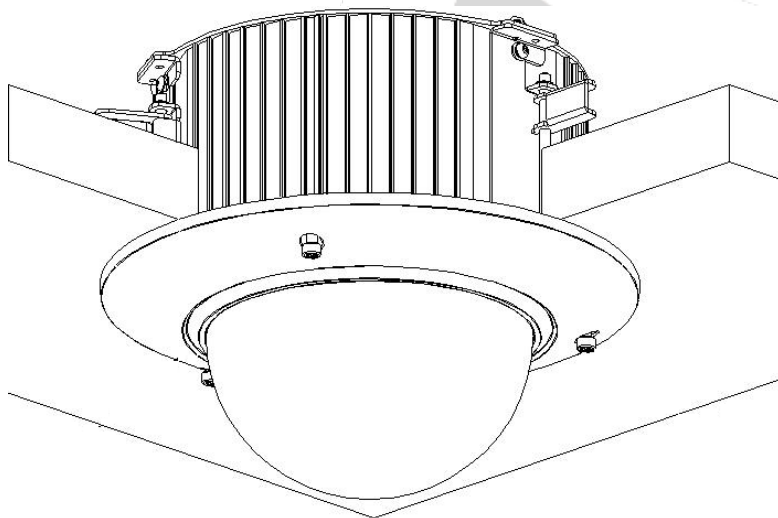

Рисунок 1.7. Завершение установки.
3. Закройте камеру крышкой и затяните винты, рисунок 1.7.